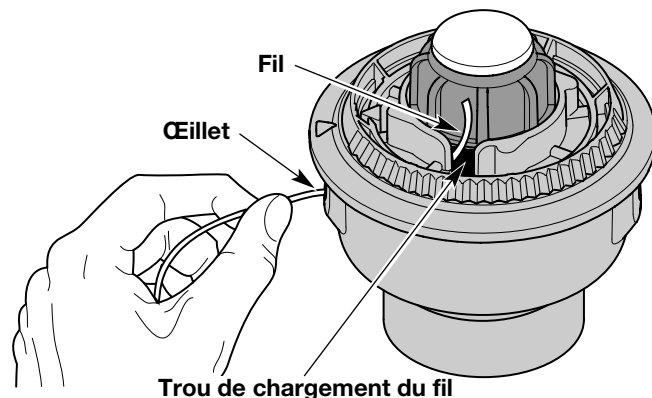

Fig. 9
3. Tirez le vieux fil des trous de chargement et de blocage du fil (Figs. 9 et 10).
4. Insérez un morceau de fil dans l'un des deux œillets de la bobine extérieure. Enfoncez-le dans le trou de chargement du moulinet intérieur (Fig. 9). Ne pliez pas le fil en l'insérant dans l'œillet.